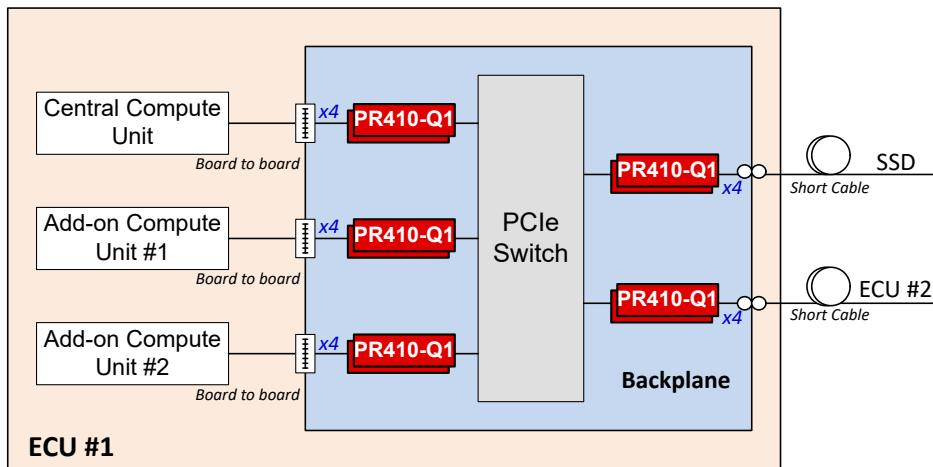

図 7-2. 自動車用 ECU における PCIe x4 リンク
DS160PR410-Q1 は、自動車アプリケーションで送信信号および受信信号をブーストし、ホストまたはルートコンプレックスプロセッサから PCIe Express エンドポイント (EP) へのリーチを拡張するために使用できます。図 7-2 は、自動車用 ECU (電子制御ユニット) を示しており、PCIe リンクが基板間コネクタを介して ECU 内の複数のコンピュートユニットを相互接続するために使用され、その際 DS160PR410-Q1 が信号コンディショニング機能を提供します。リドライバは、短いケーブルを用いて ECU 外部での PCIe リンクも可能にします。この例では、説明のために x4 リンクを示していますが、他のバス幅も利用可能です。